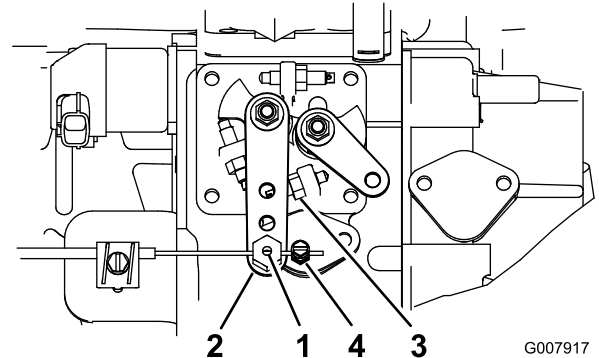

図 64
2. 燃料噴射ポンプのレバーの隣にあるスロットル・ケーブルのコネクタをゆるめる (図 64)。
3. インジェクション・ポンプ・レバーのアームをハイアイドル・ストップに当てる (図 64)。